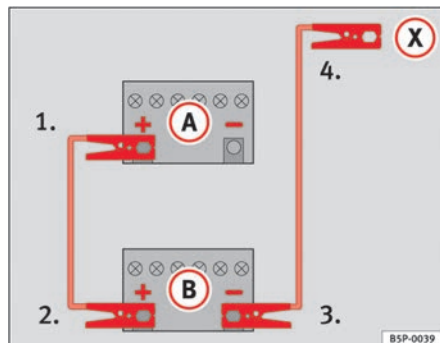

Abb. 163 Schema für das Anklemmen der Starthilfekabel
In der ⇒ Abb. 163 ist (A) die entladene Batterie und (B) die stromgebende Batterie.
1. Klemmen Sie ein Ende des roten Starthilfekabels an den Pluspol ⇒ Abb. 163 (+) des Fahrzeugs mit der entladenen Batterie ⇒ ⚠.
4. Klemmen Sie das andere Ende des schwarzen Starthilfekabels (X) beim Fahrzeug mit der entladenen Batterie an ein massives, fest mit dem Motorblock verschraubtes Metallteil oder an den Motorblock selbst an, jedoch nicht in der Nähe der Batterie ⇒ ⚠.